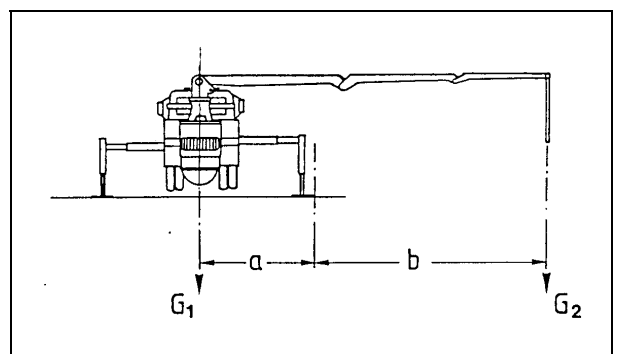

Fig. 1
La máquina se encuentra en posición segura si el "momento de estabilidad" (MS) es mayor que el "par de vuelco" (MK) (Fig. 1).